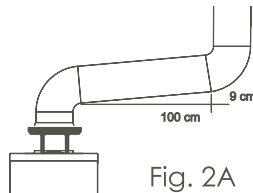

Fig. 2A
3. Si su calentador de agua tiene que ser instalado en un sitio cerrado, asegúrese de que tenga una ventilación suficiente e instale ductos para la salida de los gases de combustión, acoplado al difusor para que estos se envíen al exterior, tal y como se indica en la Fig. 2A. Sin embargo, en esta situación se debe asegurar que el suministro de aire sea suficiente para la combustión, manteniendo una ventilación abierta de forma permanente.